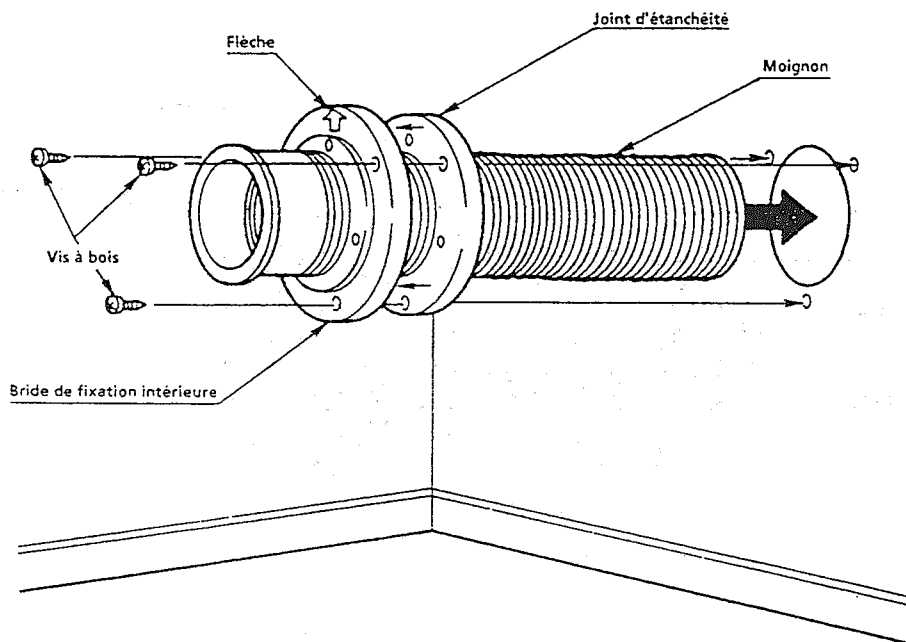

Fig. 7
5. a. Montez la bride de fixation intérieure et le joint d'étanchéité au moignon. Passez le moignon par le trou dans le mur à partir du côté salon. Vérifiez que la flèche sur la bride de fixation intérieure se dirige en haut. A l'aide des vis à bois, fixez la bride de fixation intérieure au mur (Voir fig. 7).